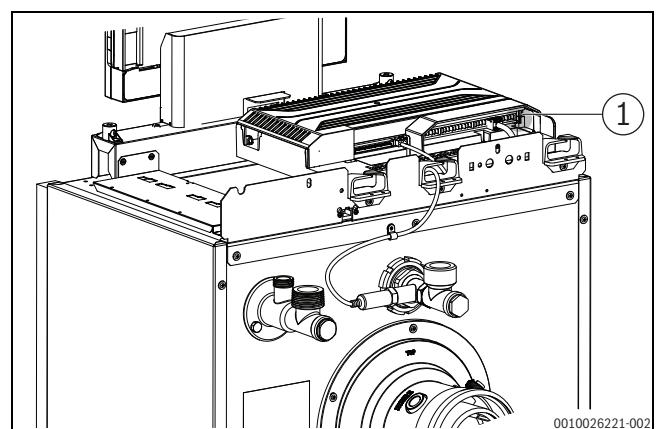

Bild 25 Netzanschluss herstellen
- ▶ Netzanschluss über die Klemme an IN - Netzeingang herstellen (→ Bild 25, [1]).